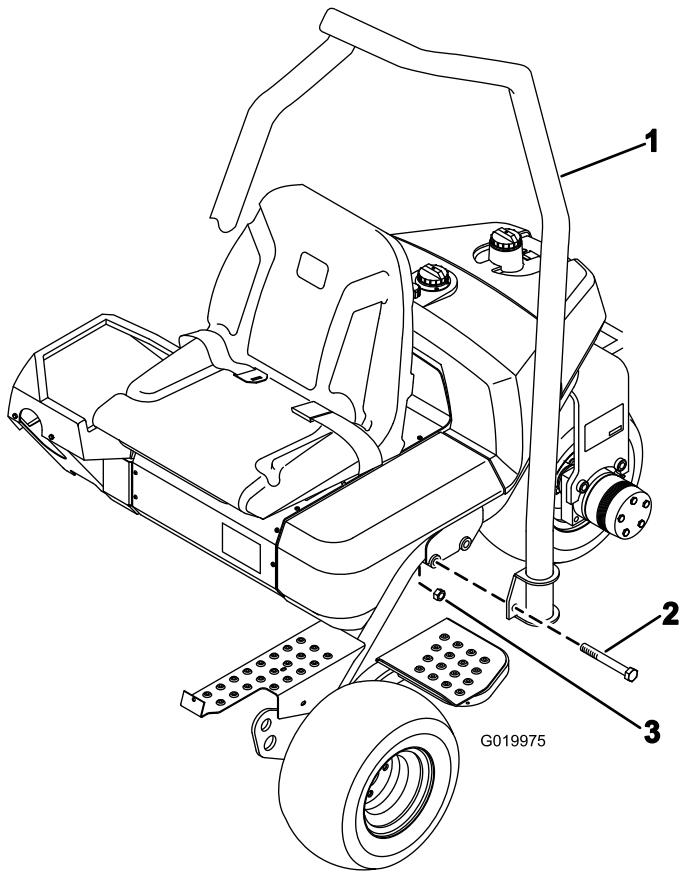

Рисунок 7
- Расположите защитную дугу так, чтобы верхняя часть изгиба трубы была направлена к передней стороне машины (Рисунок 7).
2. Опустите защитную дугу на раму, совместив с монтажными отверстиями (Рисунок 7).
3. Прикрепите каждую сторону защитной дуги к раме 2 болтами ($\frac{5}{8} \times 4\frac{1}{2}$ дюйма) и контргайками, как показано на Рисунок 7.